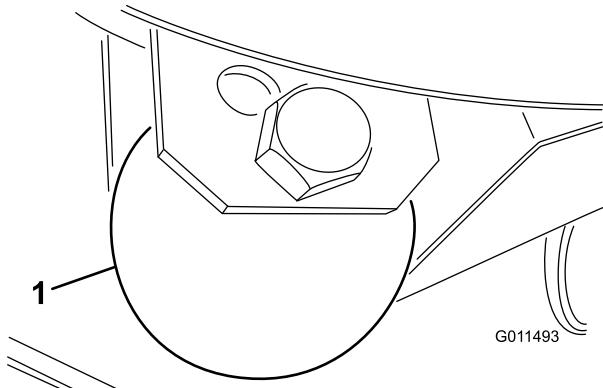

Figura 24
Para ajustar los patines, retire el perno con arandela prensada y las tuercas, coloque los patines en la posición deseada y vuelva a colocar las fijaciones (Figura 24).
1. Retire el perno y la tuerca que fijan la rueda niveladora a los soportes de la unidad de corte (Figura 24).